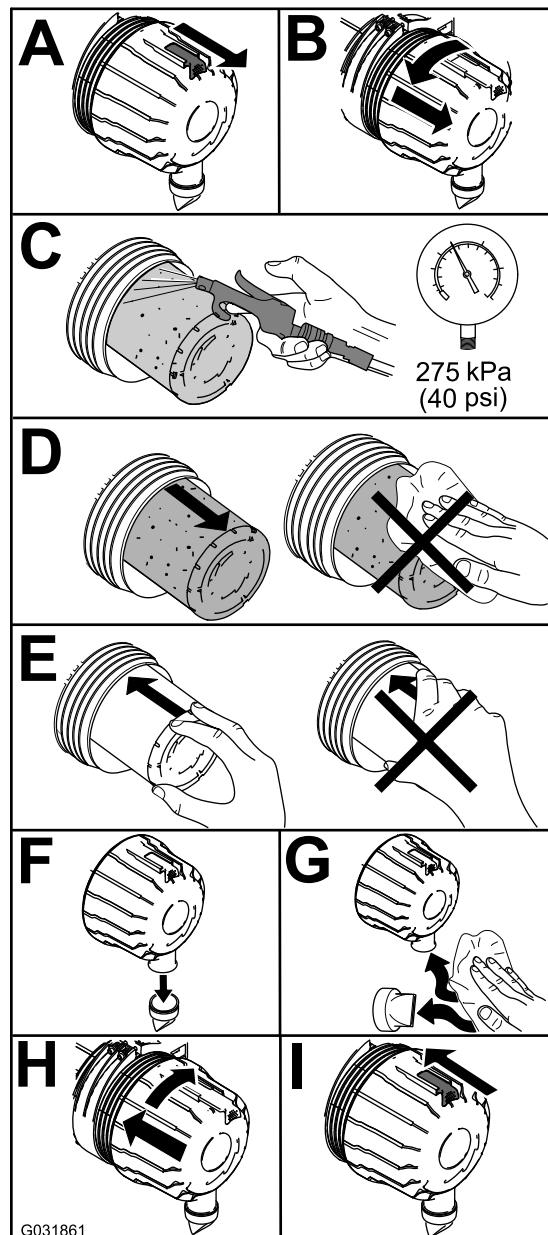

Figura 68
1. Cambie el limpiador de aire (Figura 68).